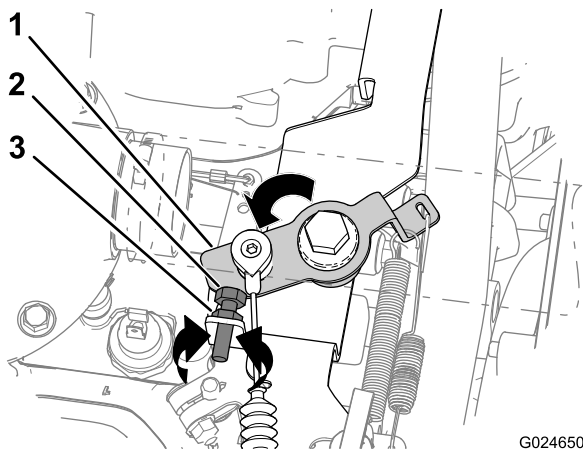
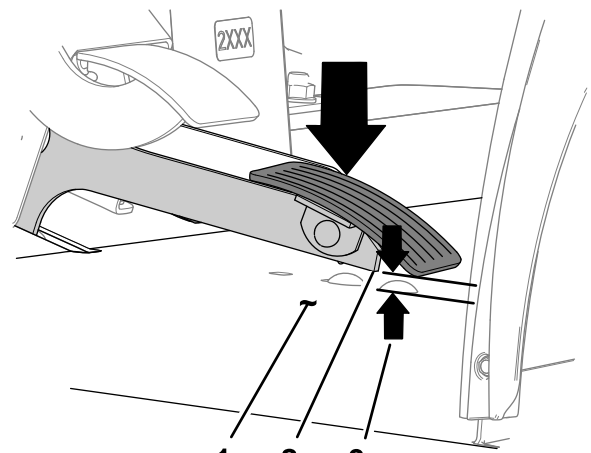

Figura 85
Figura 86
2. Con la mano, mueva la palanca acodada del acelerador contra el tope de ralentí alto (Figura 85).
- A. Afloje la contratuerca que sujeta el tope de ralentí alto (Figura 85).
- En sentido horario para reducir la velocidad del motor (Figura 85).
- En sentido antihorario para aumentar la velocidad del motor (Figura 85).
- C. Apriete la contratuerca (Figura 85).
- D. Mueva la palanca acodada contra el tope de ralentí rápido (Figura 85).
3. Si la distancia entre el pedal del acelerador y el suelo (Figura 86) es superior o inferior a 6,35 mm, haga lo siguiente, sujetando la palanca acodada contra el tope de ralentí alto (Figura 85).
1. Mueva la palanca acodada contra el tope de ralentí alto y sujétela contra el tope (Figura 85).
2. Mida la distancia entre el pedal del acelerador y el suelo, debajo del pedal (Figura 86).